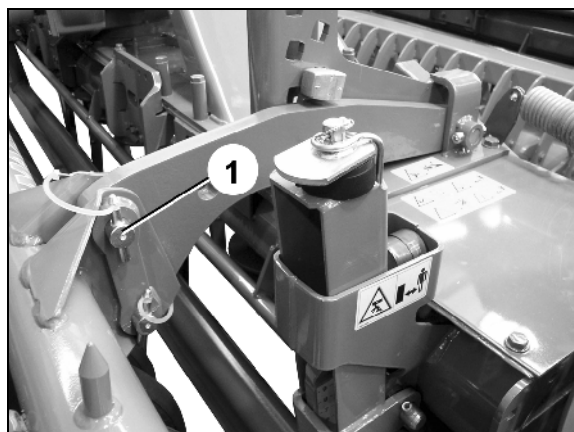

Bild 32
- Avlägsna den övre bulten (Bild 32/1) så snart kombinationen har försetts med en buren såmaskin och den burna såmaskinen blivit fästad i markbearbetningsmaskinen och välten.